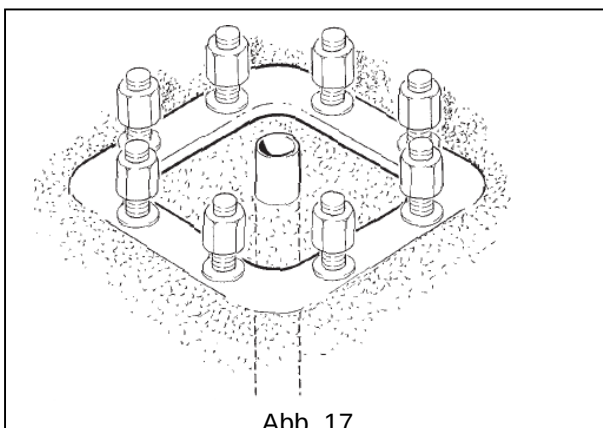

Abb. 17
- Falls erforderlich, ein Rohr für die Stromversorgungsleitung des Auslegerkrans in den Sockel einlassen (Abb. 17).